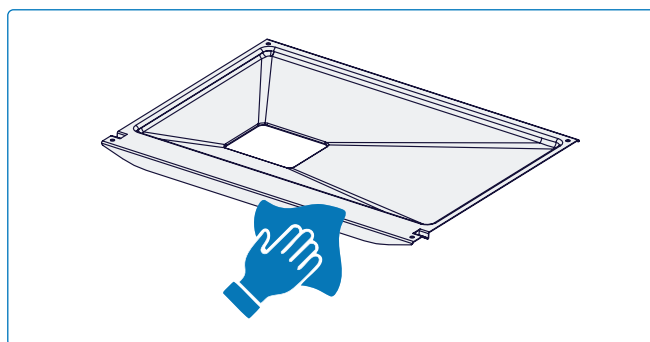

Fig. 24
2. Deslice la bandeja de grasa para acceder al revestimiento desechable y limpiarlo (**Fig 24**).